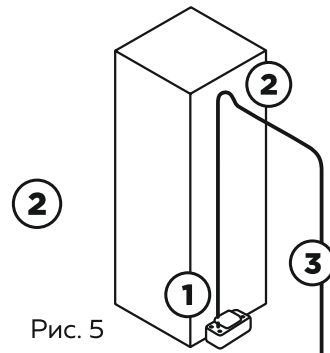

Рис. 5
2. Закрепите на выходном фитинге (рис. 5, поз. 1) выпускную трубку внутренним диаметром 8 мм и затяните в месте соединения хомутом-стяжкой (не входит в комплект). Протяните трубку на требуемую высоту, предварительно убедившись, что она не превышает предельно допустимой для вашей модели. В наивысшей точке дренажной магистрали (рис. 5 поз. 2) направьте трубку до места слива с небольшим уклоном, а затем опустите ее вниз до уровня помпы, если возможно. Это приведет к возникновению сифонного эффекта, в результате чего повысится эффективность насоса, а трубка после каждого цикла включения-выключения будет оставаться пустой. Если конец трубки (рис. 5, поз. 3) невозможно опустить до уровня насоса, попробуйте создать перевернутый U-образный участок непосредственно над насосом, – также в наивысшей точке участка подъема (рис. 5 поз. 2).